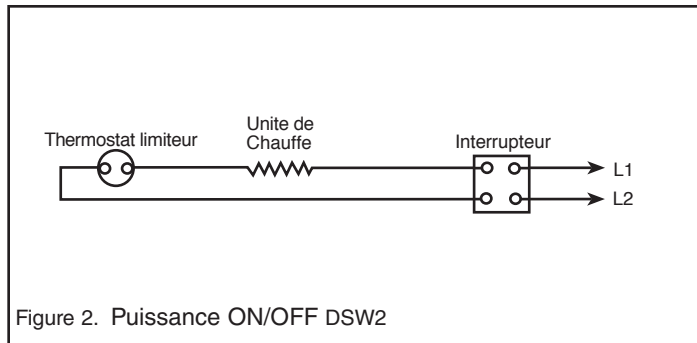

Figure 2. Puissance ON/OFF DSW2
- Connectez les fils de raccordement de l'interrupteur aux conducteurs d'alimentation et au radiateur, selon le schéma (Figure 2)